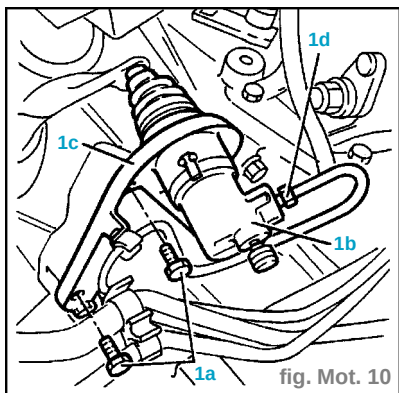

fig. Mot. 10
- Débrancher les tuyaux d'entrée et de sortie d'huile au niveau de la pompe de direction assistée (2).
- Desserrer les vis (1a) et déplacer latéralement le cylindre de commande d'embrayage (1b) ainsi que la bride (1c) sans déposer le conduit correspondant (1d) (fig. Mot. 10).